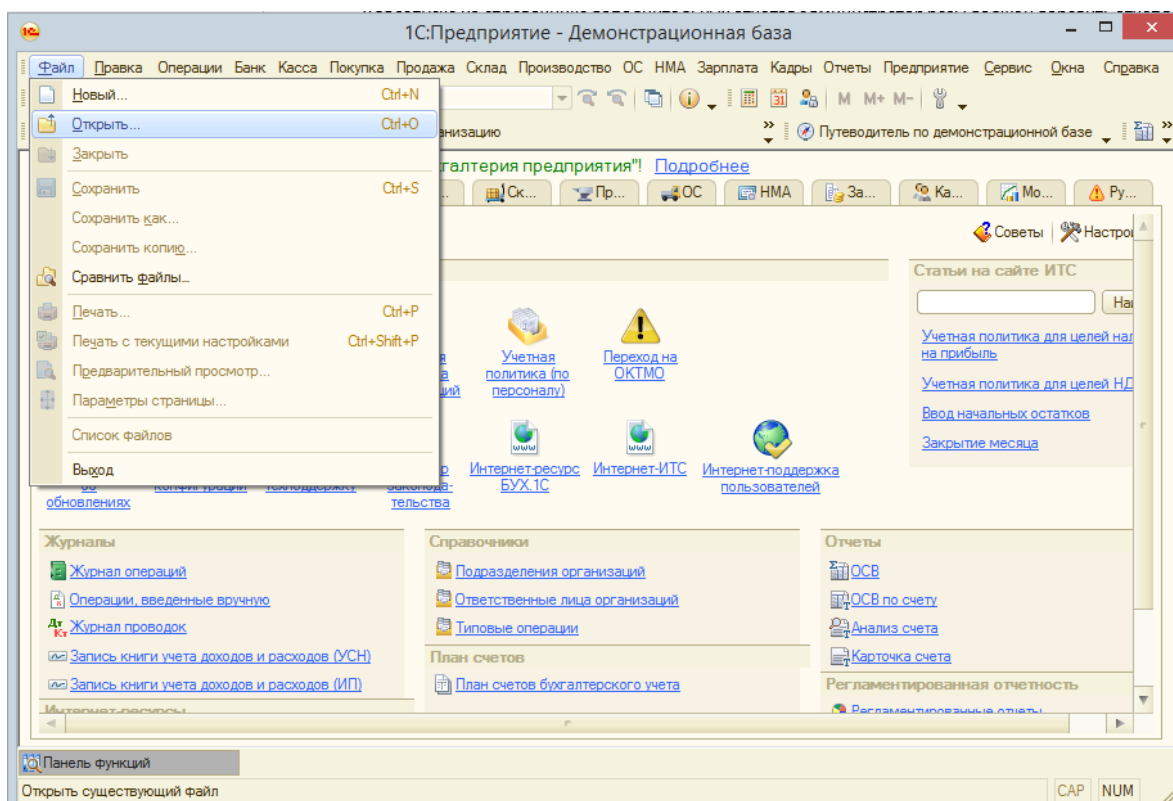
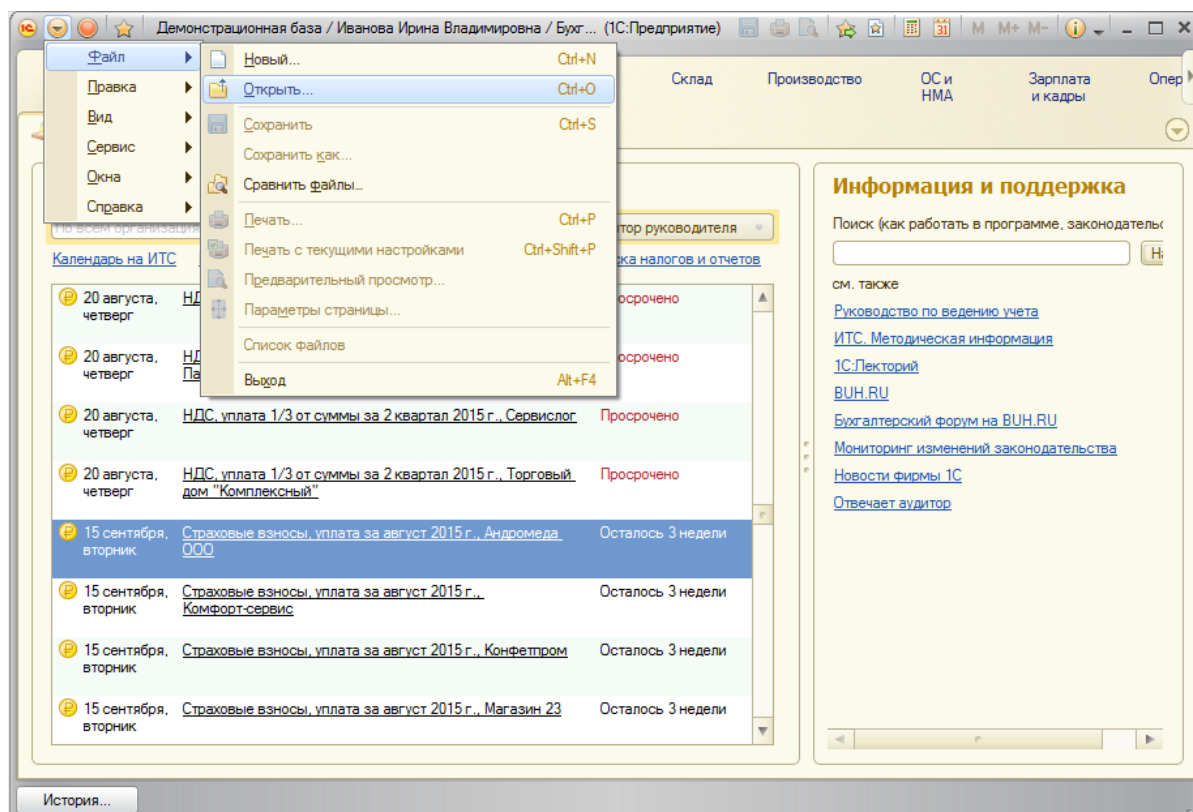

Рис. 2
Рис. 3
3. Открыть файл отчёта через меню «Файл», команда «Открыть...» (см. обычный режим — Рис. 2, управляемый режим — Рис. 3). В открывшемся окне выбрать файл обработки: `СканЗагрузка.erf`.